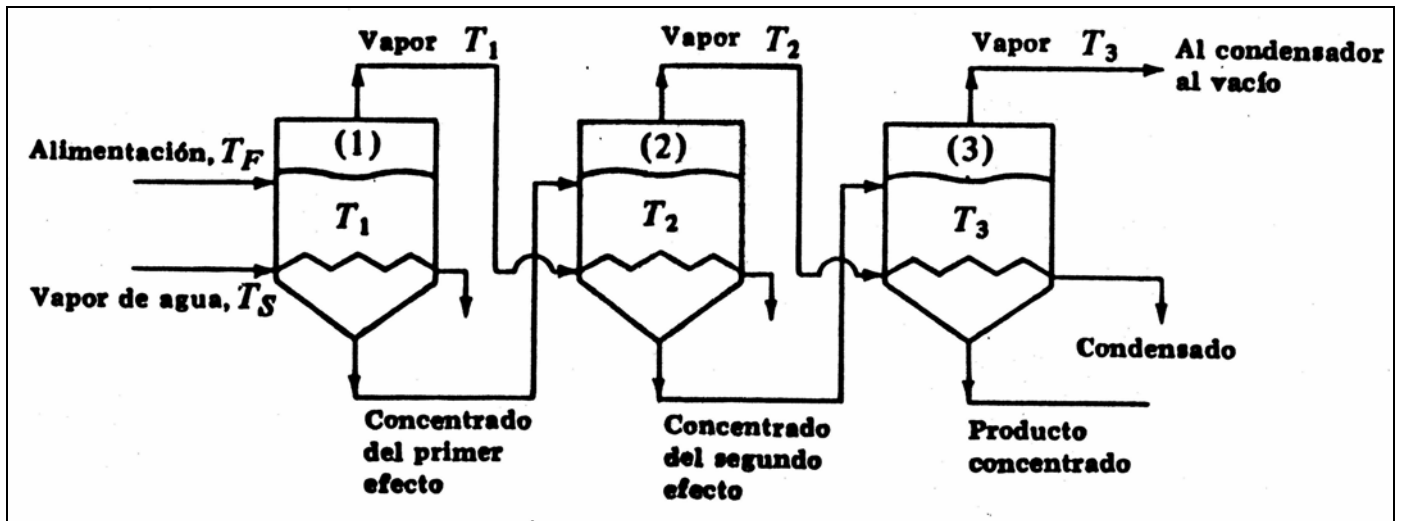

Fig. 3 – Diagrama simplificado de un evaporador de efecto simple con alimentación hacia delante.
- b. *Evaporadores de efecto múltiple con alimentación hacia adelante,* (Fig. 3). Un evaporador de efecto simple desperdicia bastante energía, pues el calor latente del vapor producido no se utiliza en ninguna forma. No obstante, una buena parte de este calor latente puede recuperarse y utilizarse al emplear evaporadores de efecto múltiple.
En la operación de alimentación hacia adelante que se muestra en la Fig. 3, la alimentación se introduce en el primer efecto y fluye hacia el siguiente en la misma dirección del flujo del vapor. Este es el método de operación que se emplea cuando la alimentación está caliente o cuando el producto concentrado final puede dañarse a temperaturas elevadas. Las temperaturas de ebullición van disminuyendo de efecto a efecto. Esto significa que, si el primer efecto está a  $P_1 = 1$  atm abs de presión, el último estará al vacío, a presión  $P_3$ .